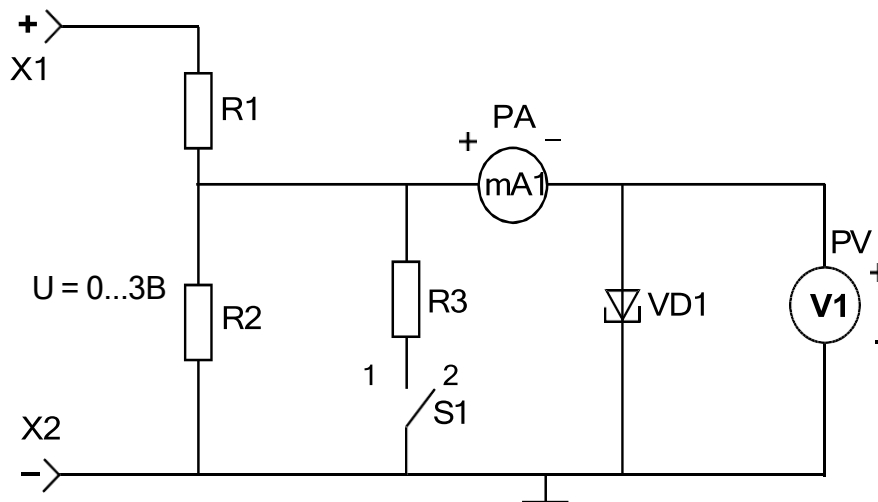

Рис. 1. Схема электрическая измерения параметров туннельного диода
- 4.2. Ознакомьтесь со схемой измерения (рис. 1).